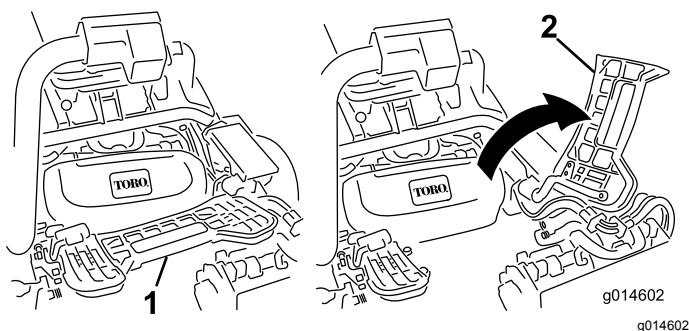

Figura 35
2. Sollevate il poggiapiedi e ruotatelo fino all'apertura, per consentire l'accesso alla posizione dell'apparato di taglio centrale. (Figura 35)